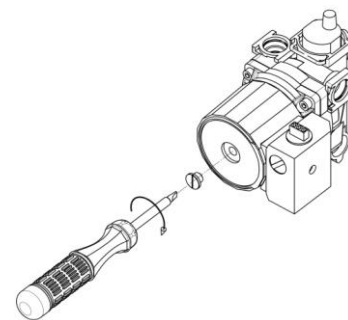

Рис. 10. Проверка циркуляционного насоса
- 9) не заблокирован ли насос. Для этого при помощи отвёртки открутите заглушку насоса и проверните его вал несколько раз туда и обратно (см. Рис. 10), при этом аппарат необходимо отключить от электросети (вынуть вилку из розетки). Затем плотно закрутите заглушку. При выполнении данной операции возможны протечки теплоносителя из насоса, после установки заглушки необходимо удалить остатки теплоносителя с компонентов аппарата (протереть);